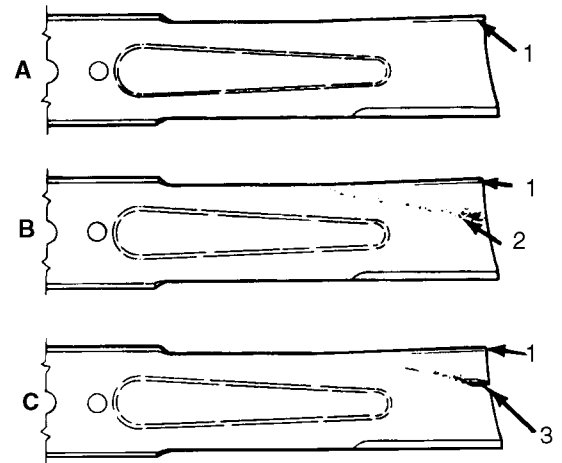

Figure 18
CONTROLE ET AFFUTAGE DES LAMES (Fig. 18–19)
2. Examiner attentivement les tranchants de la lame, particulièrement au point de jonction de la partie plate et de la partie recourbée (Fig. 18-A). Le sable et les matériaux abrasifs peuvent user le métal qui relie ces deux parties de la lame, aussi vérifier l'état de cette dernière avant d'utiliser la tondeuse. Remplacer la lame si elle semble usée (Fig. 18-B); se reporter à la section *Dépose des lames de coupe*.
Une fente se forme entre le bord relevé et la partie plate si la lame devient usée (Fig. 18-C). La lame peut alors se casser et un morceau être projeté de dessous le carter et blesser l'utilisateur ou les spectateurs.